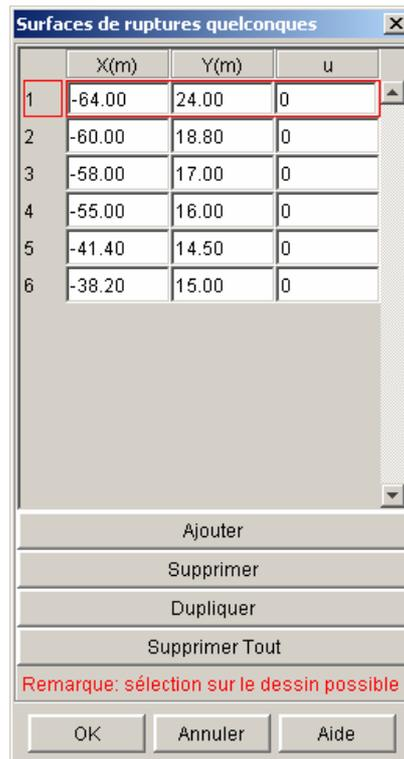
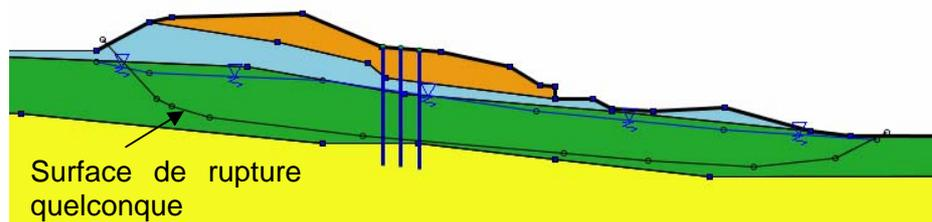

Figure 105 : boîte de dialogue de définition des surfaces de rupture quelconques
Figure 106 : exemple de représentation graphique de surface de rupture quelconque
- Les surfaces de rupture quelconques : il s'agit de surfaces de rupture polygonales. Après avoir sélectionné le choix correspondant pour "Surfaces de rupture" (Figure 106), l'utilisateur peut cliquer sur le bouton "Définir la surface de rupture". La boîte de dialogue de la Figure 105 apparaît alors.
La surface de rupture quelconque est représentée par un trait noir fin, avec des points noirs ronds (Figure 106).
- La surface de rupture doit toujours être définie de telle sorte que le premier et le dernier points soient hors du terrain, et que le 2^{ème} et l'avant-dernier points soient dans le terrain (Figure 106).